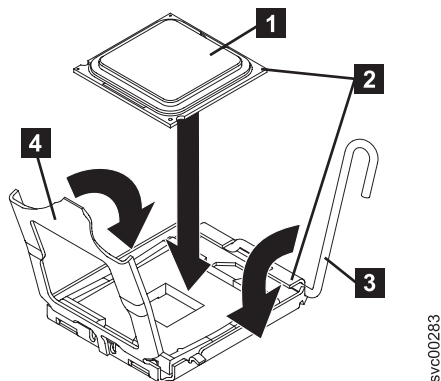

図 267. マイクロプロセッサとソケットとの位置合わせ
4. マイクロプロセッサ **1** をマイクロプロセッサのソケットの上方で位置合わせします (図 267 を参照)。マイクロプロセッサ・ソケットの三角形の位置合わせ用切り欠きと、マイクロプロセッサの三角形の位置合わせマーク **2** を利用して、マイクロプロセッサをソケットに合わせます。次に、マイクロプロセッサをそのソケットの上に静かに置きます。マイクロプロセッサを無理に押し込まないでください。マイクロプロセッサが、一方向にソケット上にはめ込まれるだけです。